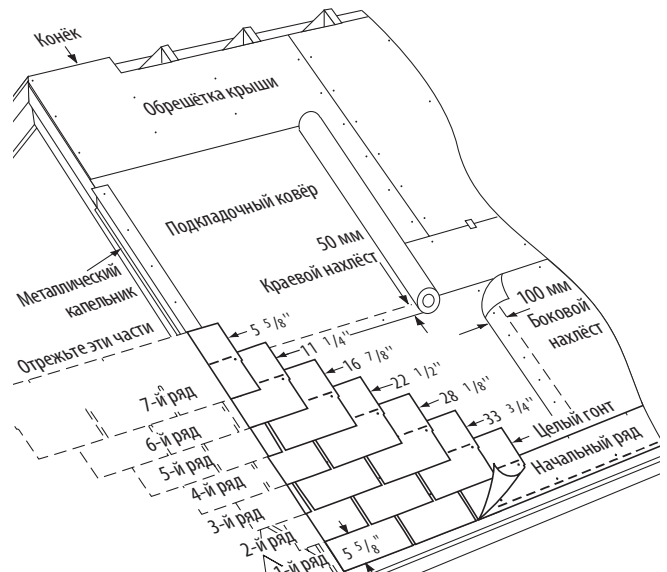

Рис. 10-14. Укладка первых семи рядов на крышу со стандартным уклоном.
**1-й РЯД:** Уложите целый гонт в левом нижнем углу крыши. Разместите язычки вровень с краями гонтов начального ряда. Таким образом герметик на полосовых гонтах начального ряда пристанет к язычкам гонтов первого ряда и не позволит им задираться при сильном ветре (Рис. 10-14).
1. Отрежьте 14,3 см с левой стороны гонта и уложите этот кусок шириной 85,7 см над гонтом первого ряда и поверх него, на одной линии с левым краем начального ряда (Рис. 10-14).
2. Отрежьте 28,6 см от первого гонта третьего ряда, 42,8 см от первого гонта четвертого ряда, 57,2 см от первого гонта пятого ряда, 71,5 см от первого гонта шестого ряда и 85,7 см от первого гонта седьмого ряда. Уложите каждый гонт левым краем на одну линию с гонтами предыдущего ряда (Рис. 10-14).